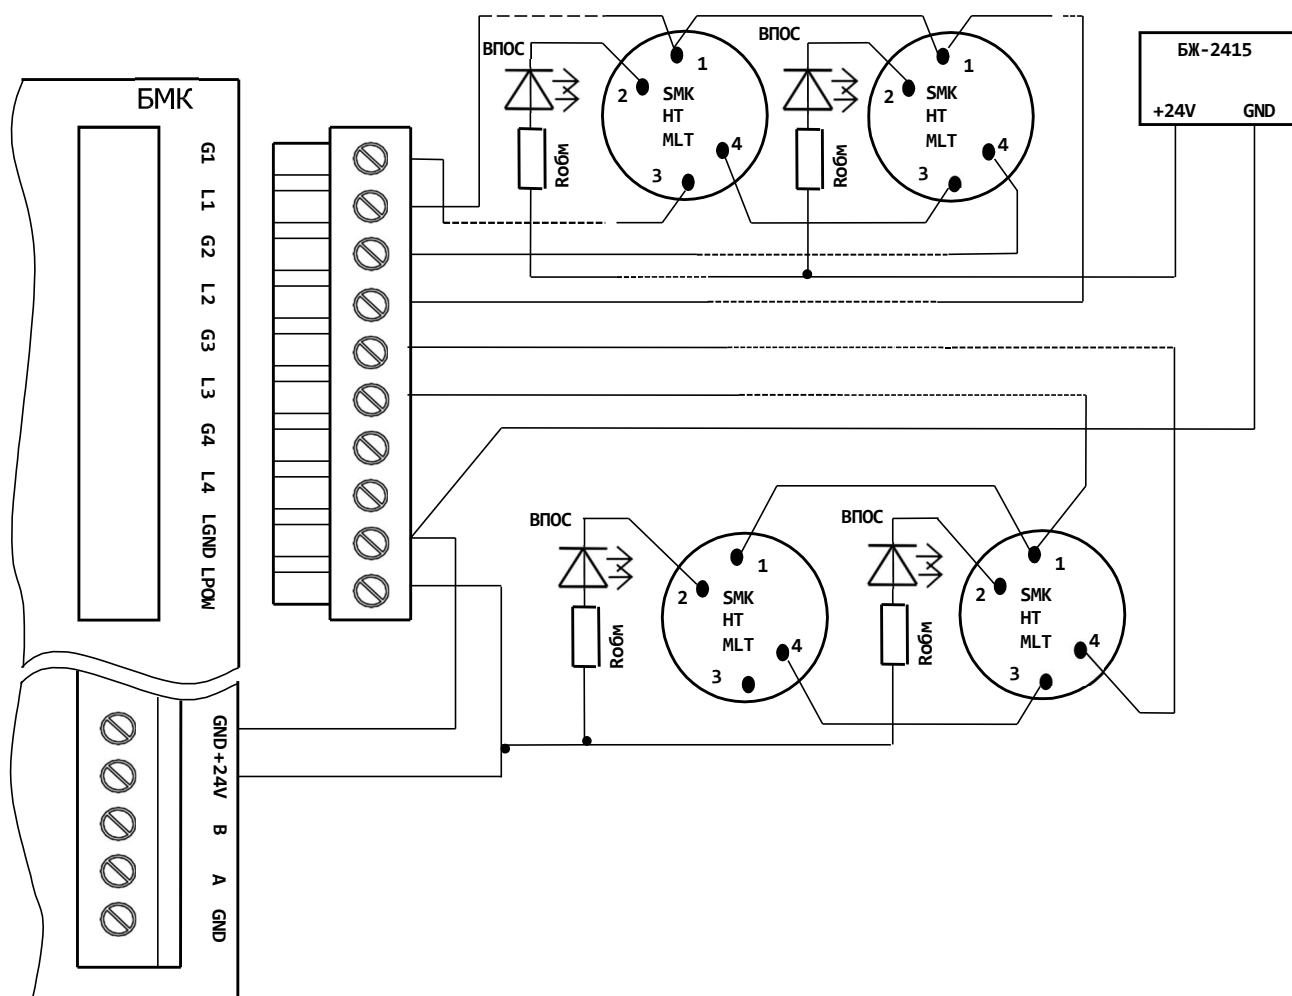

Рисунок 4.2.2 – Приклади підключення ВПОС
4.2.10 За необхідності до сповіщувачів приєднують ВПОС. Приклади схем приєднання показані на рис. 4.2.2.
3) струм живлення ВПОС повинен бути вибраний відповідно до їх ЕД і повинен забезпечувати чітку візуалізацію пожежної тривоги. Цей струм забезпечують за рахунок застосування $R_{обм}$ (рис. 4.2.2): $R_{обм} = (U_{живл} - 1 \text{ В}) / I_{впос}$.